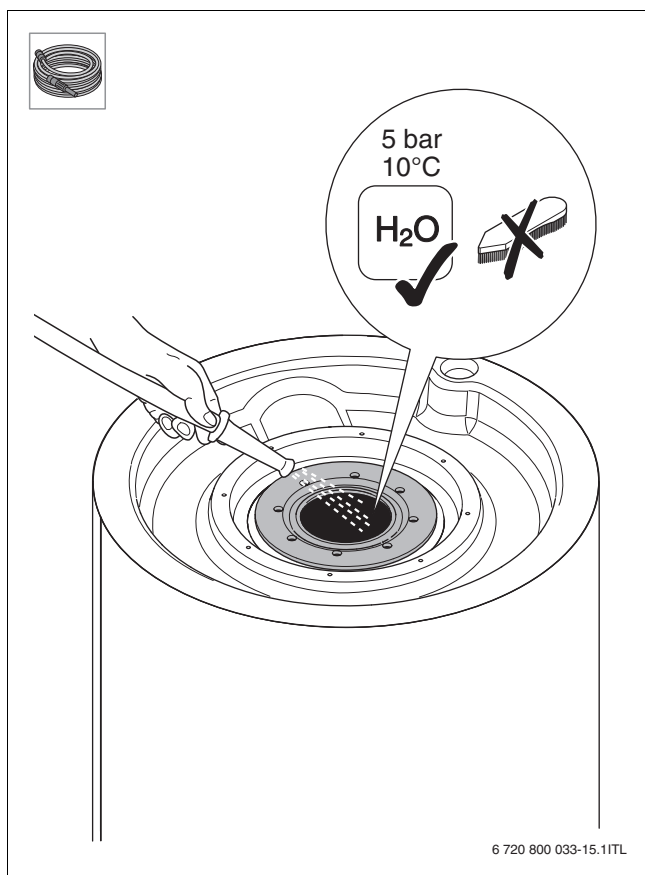

Fig. 21
- ▶ Przepłukać podgrzewacz c.w.u. (→ rys. 21, str. 57).